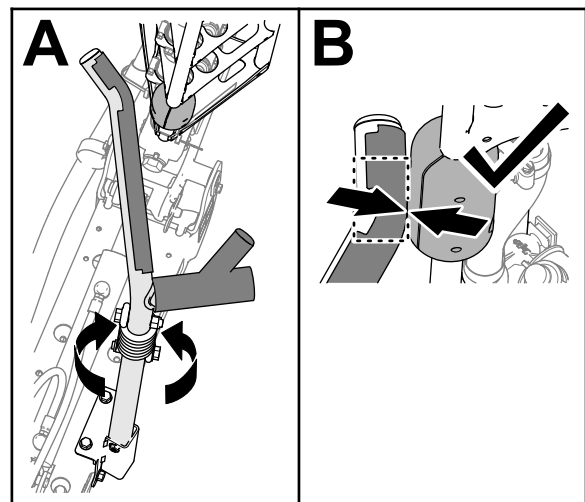

Рисунок 108
- Поворачивайте опору в сборе до тех пор, пока изгиб трубы опоры не совместится с подвижным блоком на верхней трубе наружной стрелы (Рисунок 108).
**Примечание:** Блоки должны касаться опоры в месте изгиба ее верхней трубы (Рисунок 108).